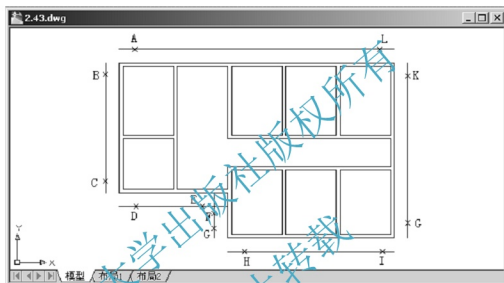

图 2.44 外牆线向外偏移 900mm
将外墙线向外偏移 900mm，如图 2.44 所示。之后需要对散水线的阴阳角进行修角处理。
① 在选择第一个对象或 [放弃(U)/多段线(P)/半径(R)/修剪(T)/多个(M)]: 提示下, 拾取图 2.44 中散水线 A 处。